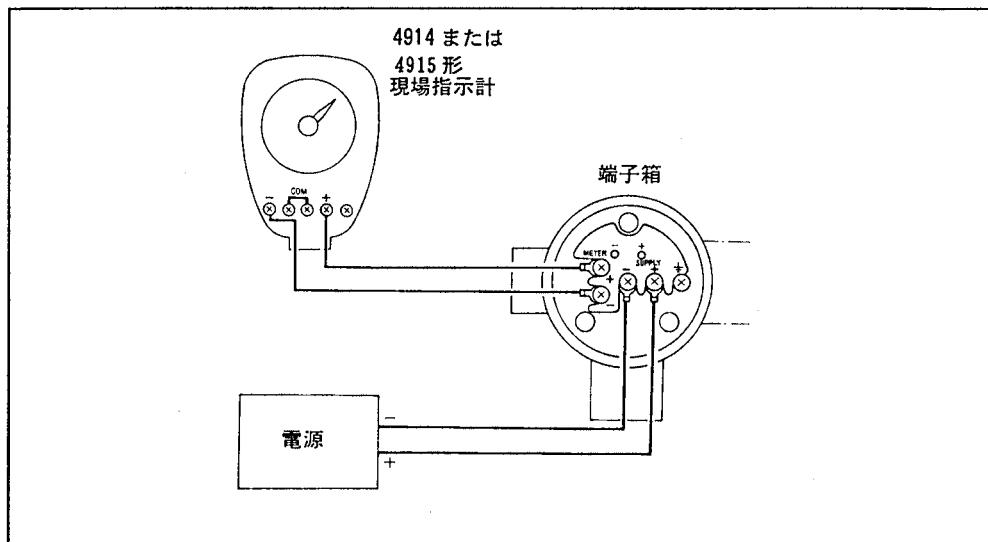

図 4.9 現場指示計の接続（1）
- (3) メータ接続端子の+と-を短絡しているジャンパを取りはずし図4.9のように配線します。